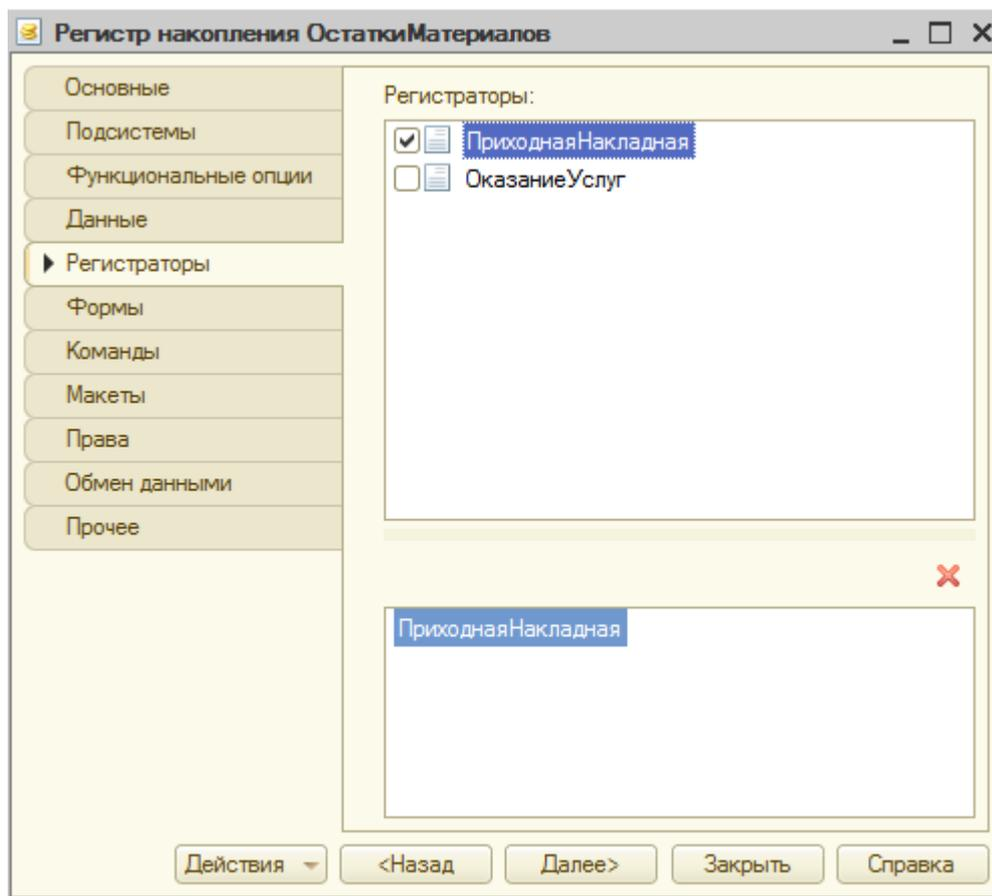

Рисунок 38 Вкладка «Регистраторы» регистра накопления «Остатки материалов»
4. В регистре накопления **ОстаткиМатериалов** на вкладке **Регистраторы** проверьте наличие документов-регистраторов (рис. 38).